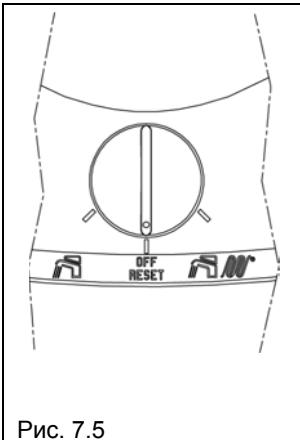

Рис. 7.5
- установите переключатель режима работы, который находится на панели управления в положение Выключено (Рисунок 7.5);
- установите переключатель режимов работы в (рисунок 7.5) нужное положение.
- выключите котел, установив переключатель режимов работы, расположенный на панели управления, в положение выключено (рисунок 7.5);
Для того, чтобы восстановить работу котла необходимо перевести переключатель режимов работы в положение OFF (выключено) – рисунок 7.5 – а затем перевести его в нужный режим работы.